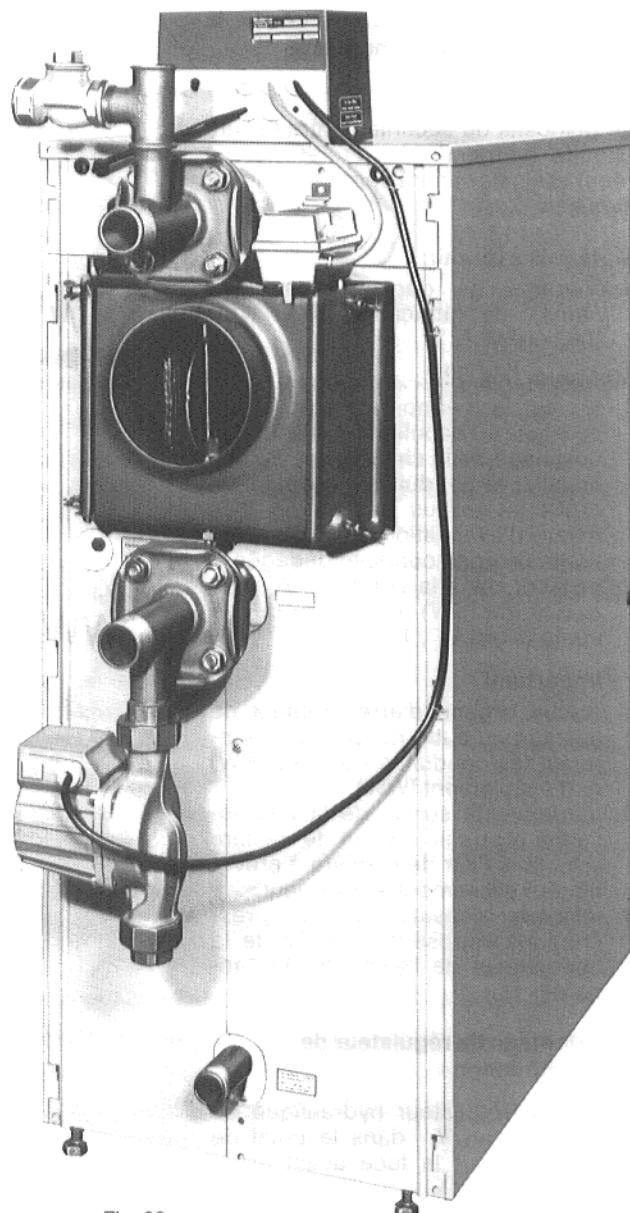

Fig. 29
- Mettre en place le tableau de commande, et le visser sur le dessus de chaudière au moyen de deux vis Parker (Fig. 29).
- Fixer le câble de la pompe avec les rondelles élastiques contre la jaquette de chaudière (Fig. 29, 30).